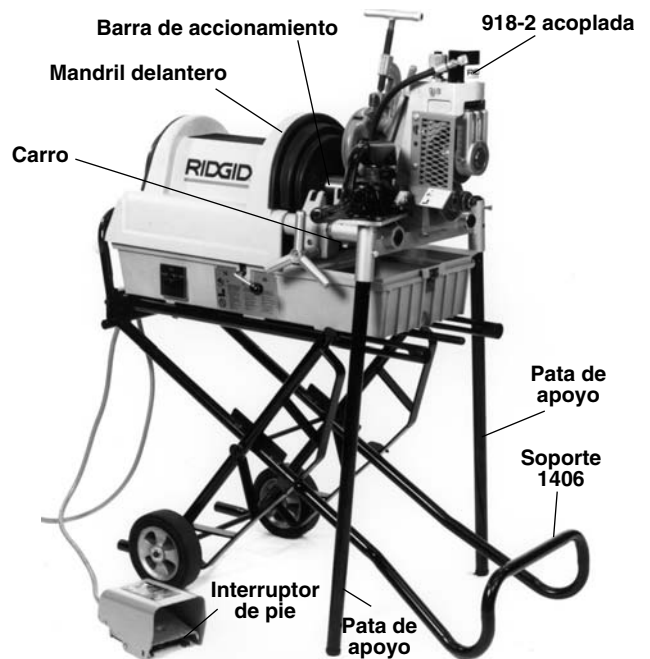

Figura 4 – La Ranuradora a Rodillos 918 montada a la Máquina Roscadora 1822 sobre el Soporte 1406
4. Encaje las patas de apoyo en los tubos correspondientes en la base (*Figura 4*) y apriete los pernos de retención.